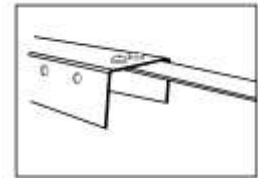

fig. 9
Tenga en cuenta que el tensor (7) se ha de fijar en el lado inferior del perfil (4), fig. 9, de modo que las cabezas de los tornillos estén en la parte superior del perfil y las tuercas en la parte inferior del perfil.